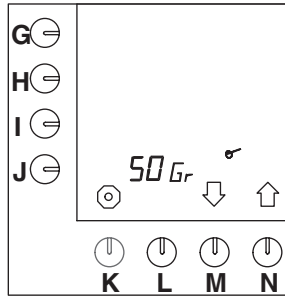

Fig. 48 Réglage du calculateur de café
- Appuyez sur la touche de sélection (N.)↑ jusqu'à ce que la fig.48 s'affiche sur l'écran de contrôle.